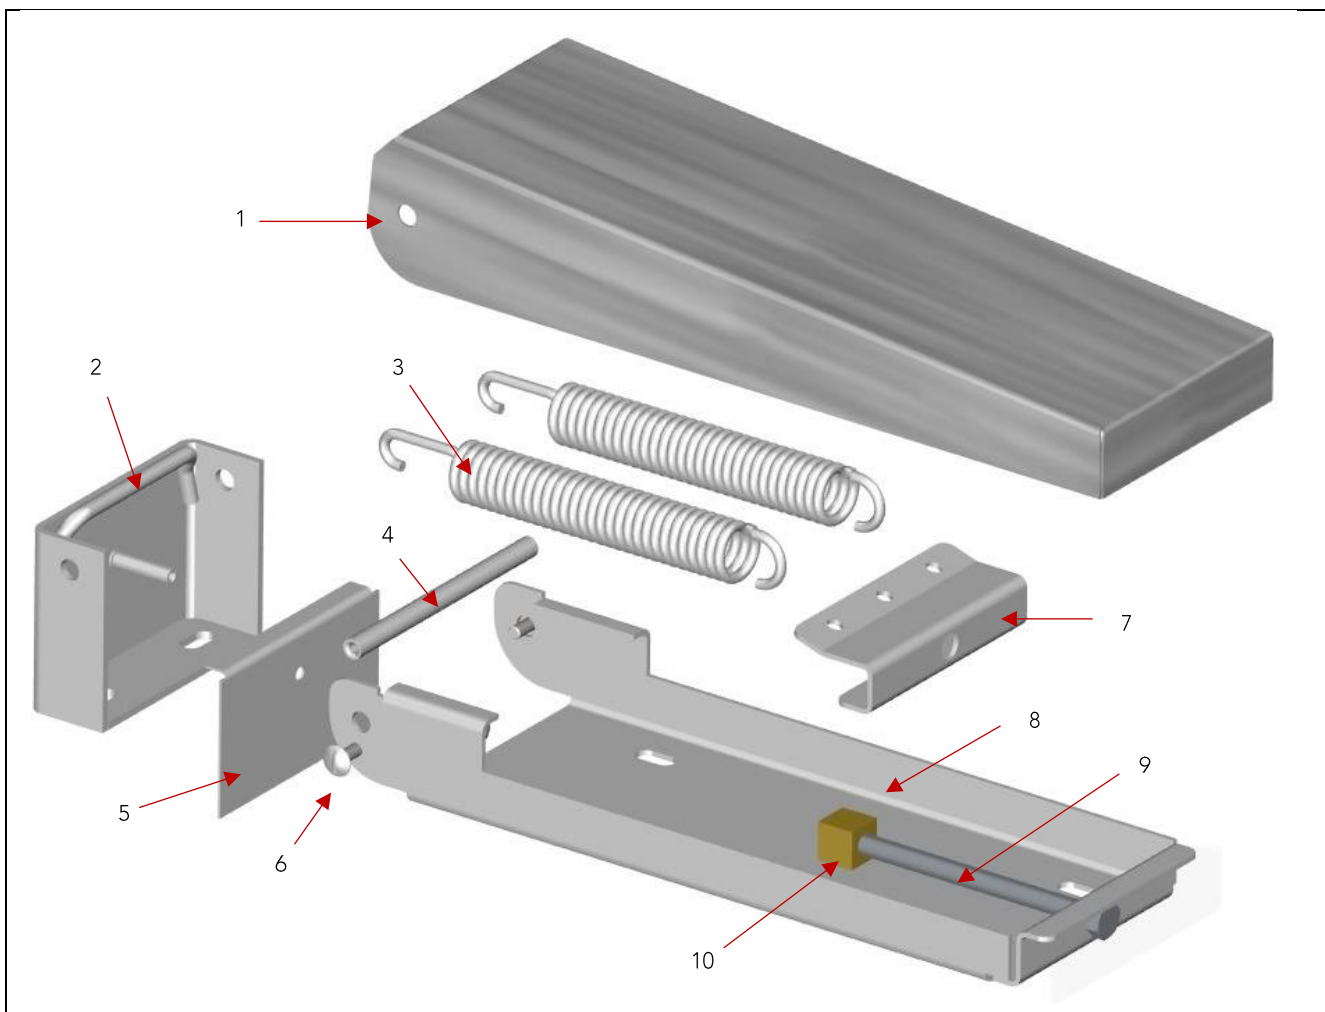

Fig2
- Fig2 brûleur avec 2 sorties venturi (Fig2 représentation du brûleur de la sauteuse 60dm2).